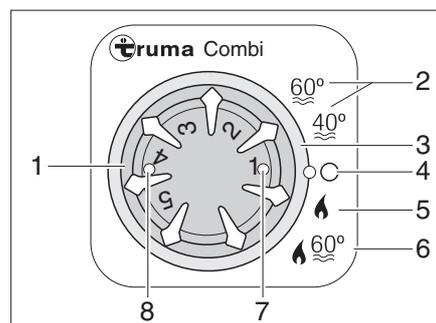

Bild 96 Bedieneinheit für Heizung/Boiler
Betriebsart wählen: ■ Betriebsart mit dem Drehschalter (Bild 96,3) einstellen.
Winterbetrieb Die Heizung wählt nach eingestellter Heizstufe selbstständig die benötigte Brennerstufe. Bei Betriebsart "Heizung und Boiler" (Bild 96,6) wird auch das Wasser im Boiler erhitzt. Die Heizung kann in der Betriebsart "Heizung ohne Boiler" (Bild 96,5) mit leerem Boiler betrieben werden.
■ Temperaturdrehknopf (Bild 96,1) an der Bedieneinheit auf gewünschte Heizstufe stellen.
■ Drehschalter (Bild 96,3) auf Winterbetrieb "Heizung ohne Boiler" (Bild 96,5) oder auf Winterbetrieb "Heizung und Boiler" (Bild 96,6) stellen.
Grüne Kontroll-Leuchte (Bild 96,7) leuchtet.
Ausschalten: ■ Drehschalter (Bild 96,3) auf "O" (Bild 96,4) stellen.
Die Kombination Gasbetrieb und 230-V-Elektrobetrieb verkürzt die Aufheizzeit (nur möglich, wenn die Heizung an der Bedieneinheit (Bild 96) auf Winterbetrieb gestellt ist).